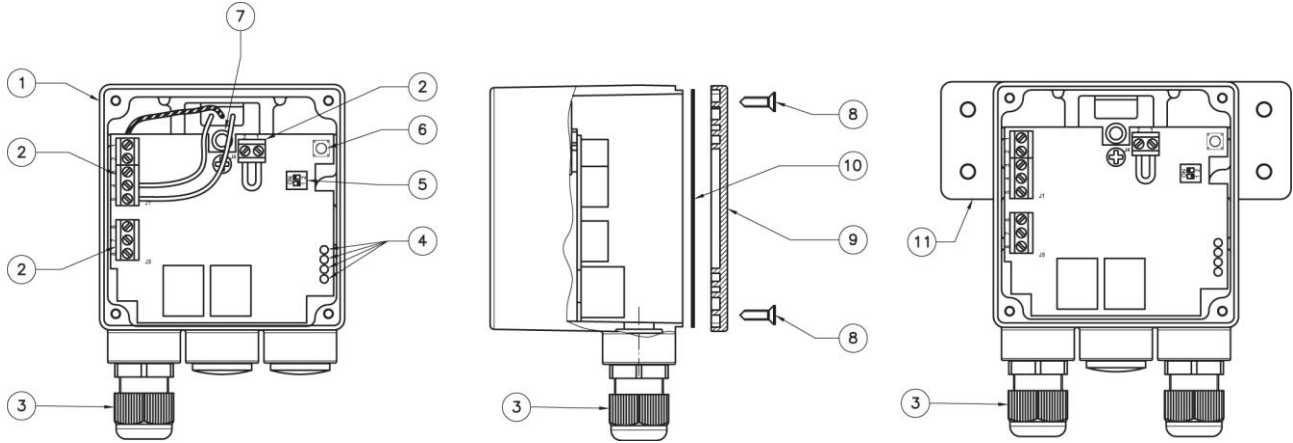

Рис.1
Сенсор (рис. 1) состоит из: пластмассовый корпус (1); контакты (2); кабельные вводы (3); индикатор (4); двухрядный переключатель (5); сброс / кнопка „Тест“ (6); винты крепления катушки (7); винты крепления крышки корпуса (8); крышка корпуса (9); резиновое уплотнение (10); кронштейн крепления сенсора (11).